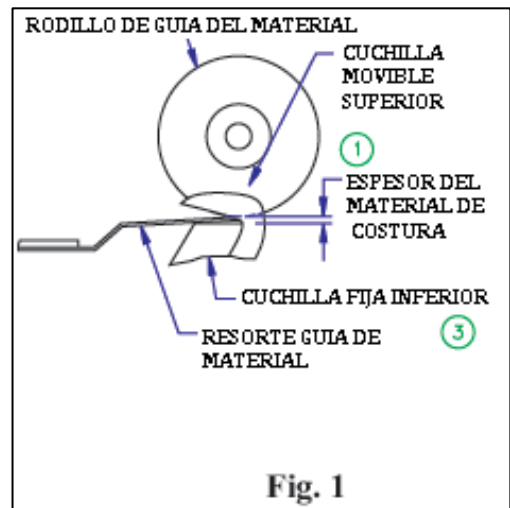
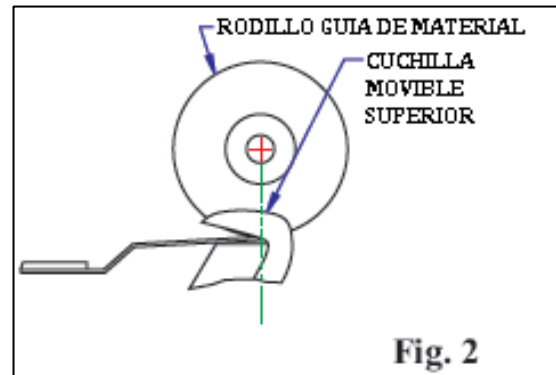
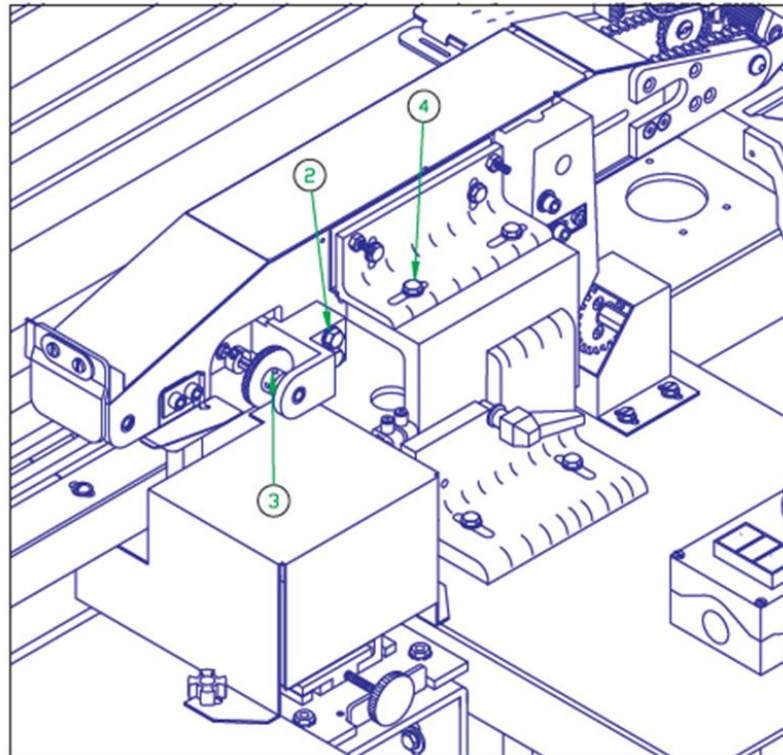

Fig. 1
Fig. 2
Fig. 4
debajo del tira-cadeneta antes de hacerla funcionar. Con la máquina encadenando en Manual dé vuelta al tornillo azul de nilón (vea Fig. 2) en sentido contrario a las agujas del reloj hasta que la luz LED se enciende. Dé vuelta al tornillo en el sentido de las agujas del reloj hasta que el LED se apaga. Dé vuelta 1/16" más en sentido de las agujas del reloj.
1. El rodillo guía de material debe colocarse de forma que la distancia entre el rodillo y la cuchilla fija de abajo sea igual al grueso del material a coser. (1) (fig. 1) Esto se consigue aflojando los dos pernos 1/4-20 (2) (Fig. 4, página 1-17) que fijan el bloque soporte del rodillo al armazón del transportador superior. Se debe tener cuidado de mantener el bloque soporte hacia la derecha porque también es usado para tensionar la correa transportadora. Una vez el ajuste es hecho, apriete bien los pernos. El resorte del guía de material (3) (Fig. 1) debe ser ajustado para que esté solo un poco por encima de la cuchilla fija. El resorte de la guía de material se usa sólo para ejercer una ligera presión sobre el material que se cose contra el rodillo guía. Presión excesiva causará arrastre del material y desgaste prematuro al resorte del guía de material.
2. El rodillo de la guía de material debe ser ajustado a lo largo del plano de costura de forma que este centrado en el 1/3 de la derecha (Fig. 2) de la hoja afilada de la cuchilla móvil de arriba. Esto se consigue aflojando los dos pernos 1/4-20 (4) (Fig. 4, página 1-17) situados en los agujeros de ranura del soporte del transportador superior. Después de situar el rodillo en el lugar apropiado, apriete bien los dos pernos.
Ajuste la altura del tirador de forma que haya 1/2" de espacio libre entre el rodillo del tirador y la platina del encadenador. Para esto afloje los dos tornillos de cabeza de casquillo (Fig. 2, artículo 1) colocándolo para que se obtenga el espacio libre necesario.
Estos ajustes deben hacerse con la electricidad desconectada. Se debe tener mucho cuidado al hacer este ajuste, porque un ajuste mal hecho puede causar rotura del hilo y salto de puntadas durante el proceso de encadenado. Afloje los dos pernos de cabeza hexagonal 5/16-18 (Fig. 2, artículo 2) que aseguran el tirador al soporte. Puede o no ser necesario levantar o quitar el prénsatelas para hacer este ajuste. Cuando el rodillo esté nivelado con la platina del encadenador, apriete los dos pernos de cabeza hexagonal